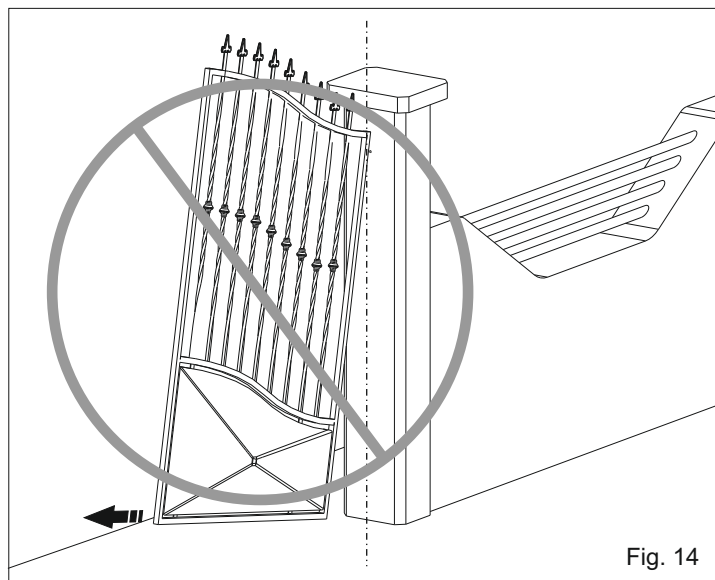
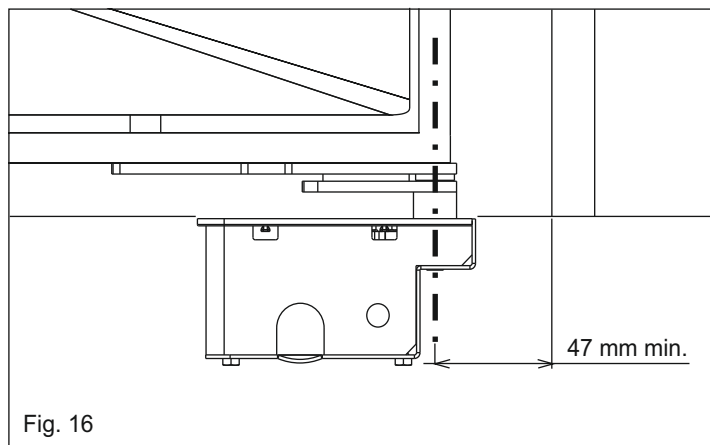

Fig. 14
Fig. 16
3.3. Hacer mucha atención a no poner la hoja fuera de los ejes (Fig. 14 y 15), el eje tiene que coincidir con el eje de rotación del gozne teniendo en cuenta que la distancia mínima de la columna es de 47 mm (Fig. 16).